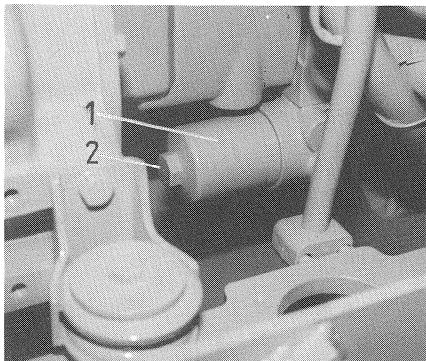

Bild 47
An der Axialkolbenpumpe befindet sich ein Druckfilter (Bild 47/1).
- Mit Schlüssel (Bild 47/2) Filterpatrone abschrauben.
A pressure filter is located between hydraulic oil tank and axial piston pump (Fig. 47/1).
- Unscrew the filter cartridge by means of a spanner (Fig. 47/2).
La pompe axiale à piston est équipée d'un filtre-presse (fig. 47/1).
- Dévisser la cartouche filtrante à l'aide d'une clé (fig. 47/2).